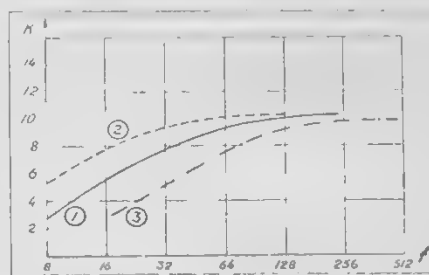

Рис. 9. Зависимость усиления от частоты в усилителе на дросселях.
На рис. 9 показаны кривые зависимости усиления от частоты в дроссельном усилителе. Сплошная кривая (1) показывает эту зависимость для лампы с внутренним сопротивлением в 20 000 ом, с дросселем, рассчитанным по вышеприведенной формуле для $f_{np} = 16$. Кривая (2)